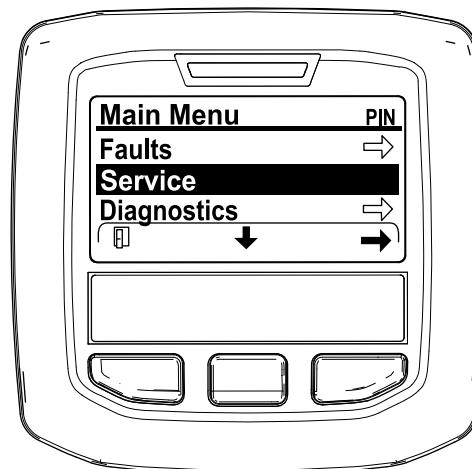

図 49
- メインメニュー MAIN MENU 画面で、中央ボタンを押して整備 SERVICE メニューへ移動し、右ボタンで整備 SERVICE を選択する 図 49。